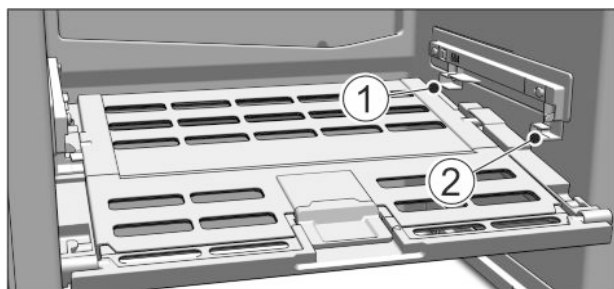

Fig. 62
- ▶ Inserire il coperchio cassetto Safe per frutta e verdura: inserire le nervature del coperchio dal basso nel supporto inferiore Fig. 62 (1) e inserire anteriormente nel supporto Fig. 62 (2).